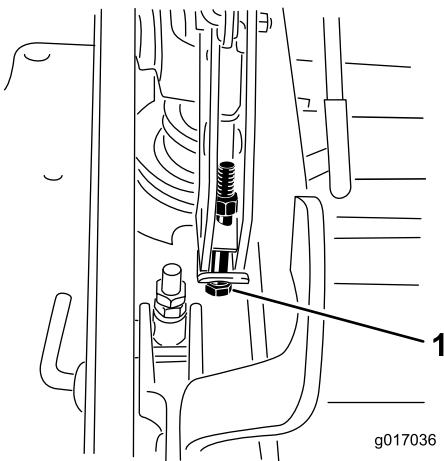

Figura 93
13. Si la carcasa está demasiado baja, apriete el perno del ajuste de un solo punto girándolo en el sentido de las agujas del reloj. Si la carcasa está demasiado alta, afloje el perno del ajuste de un solo punto girándolo en el sentido contrario a las agujas del reloj (Figura 93).